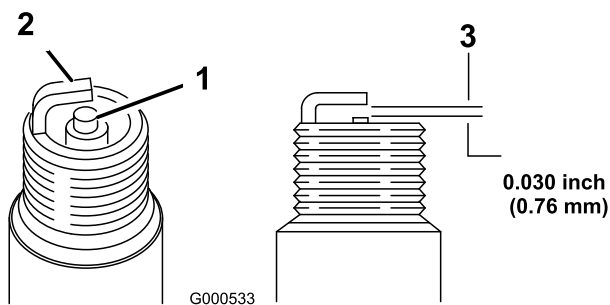

Figure 34
11. Réglez l'écartement des électrodes à 0,76 mm (0,030 po), comme montré à la Figure 34.